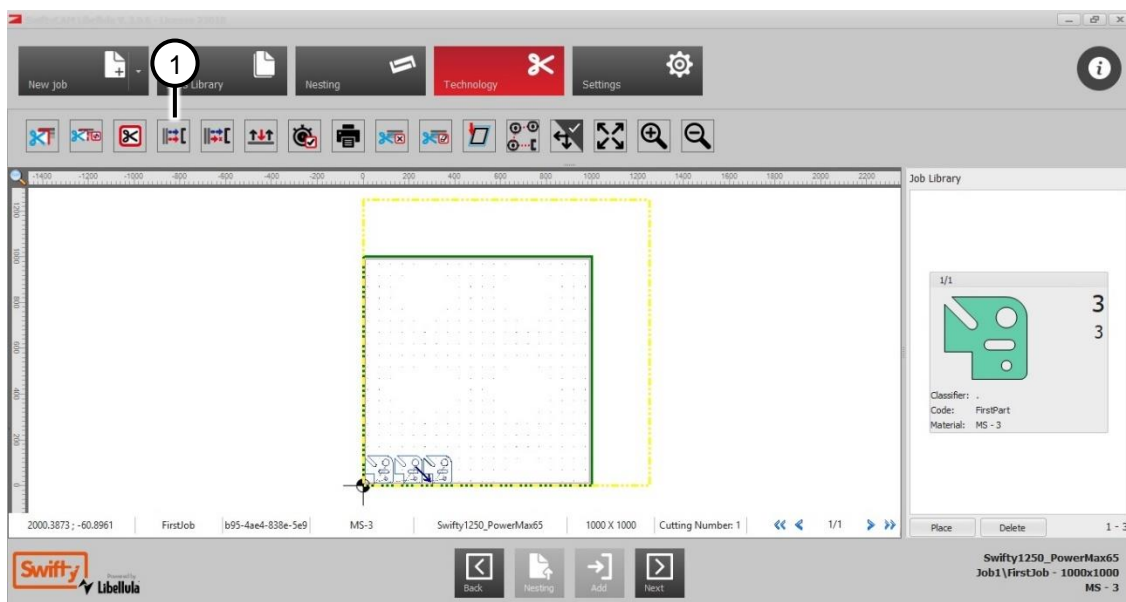

Fig 56 Écran Technologie
2. Les entrées peuvent être modifiées à l'aide du bouton "Modifier l'entrée" (Fig 56 (1)). La position, le type et la taille peuvent être personnalisés.